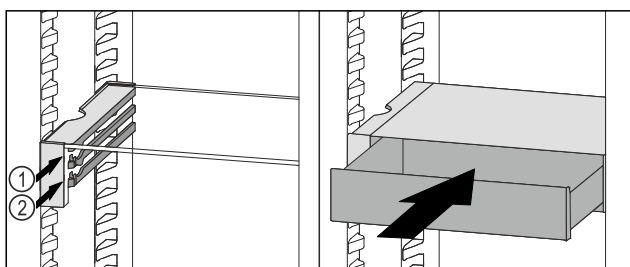

Fig. 163
- Nasadte zásuvku VarioSafe za zarážky na požadovaném žebro Fig. 163 (1) nebo Fig. 163 (2).